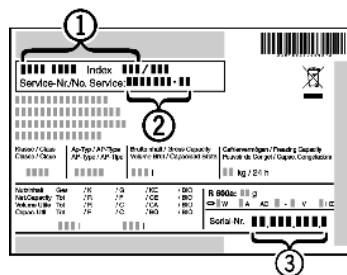

Fig. 33
- ▶ Наименование устройства Fig. 33 (1), сервисный № Fig. 33 (2) и серийный № Fig. 33 (3) считайте с заводской таблички. Заводская табличка находится внутри устройства слева.
- ▶ Обратитесь в сервисную службу и сообщите вид неисправности, наименование устройства Fig. 33 (1), сервисный № Fig. 33 (2) и серийный № Fig. 33 (3).